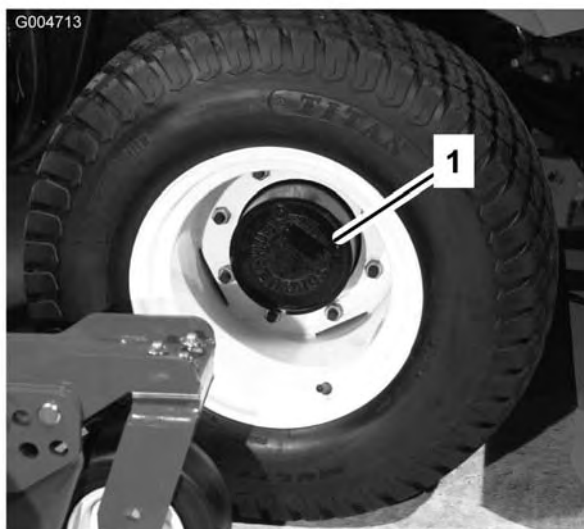

Figure 57
1. Placez la machine sur une surface plane et horizontale et tournez la roue de sorte que le bouchon de contrôle/vidange (Figure 57) se trouve à la position la plus basse.